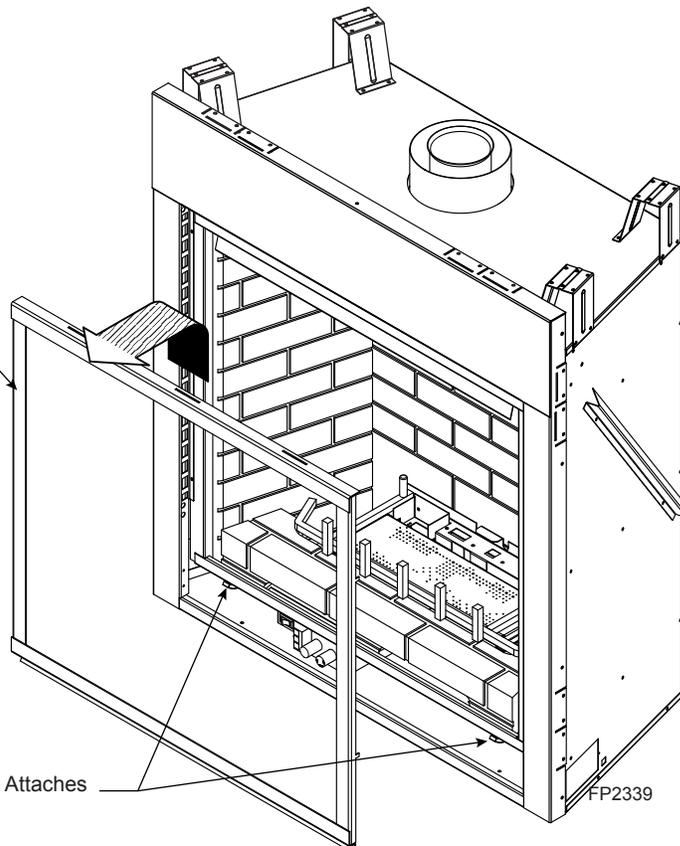

Figure 33 - Retirez l'encadrement du panneau vitré
2. Dégagez les deux attaches (le modèle 500 comporte trois attaches) au bas du foyer. Figure 33